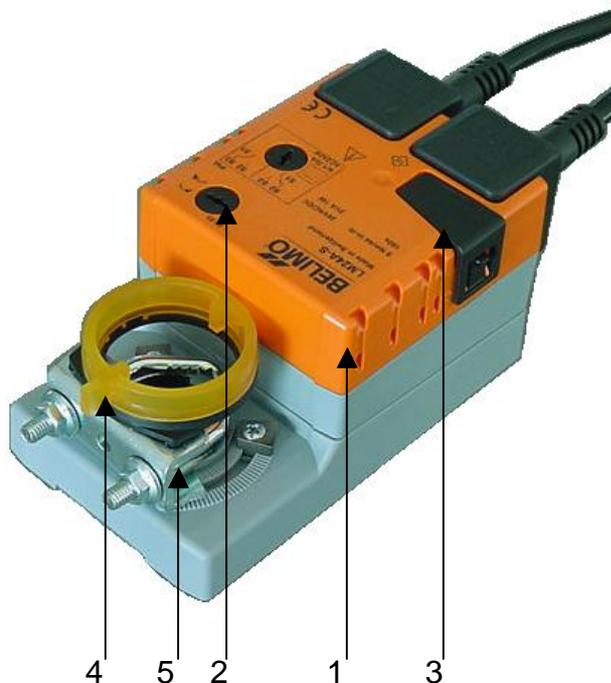
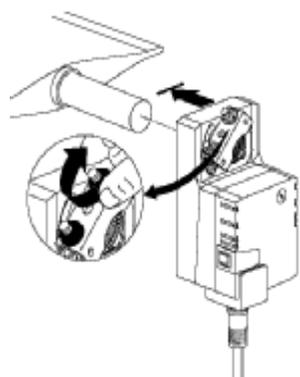

Рис.1
Рис. 5
2. Установить привод на вал заслонки (Рис. 5). Нажатием кнопки принудительного управления (Рис.1 , 3) вывести из зацепления редуктор и повернуть V-образный захват (Рис. 1,5) в крайнее положение против часовой стрелки. Затянуть вручную гайки V-образного захвата.
6. Установить метку механического указателя положения (Рис.1,4) параллельно положению лопатки заслонки (Рис.8).
направления поворота (Рис.1,2) в положение «1».
2. Установить привод на вал заслонки (Рис. 5). Нажатием кнопки принудительного управления (Рис.1 , 3) вывести из зацепления редуктор и повернуть V-образный захват (Рис. 1,5) в крайнее положение по часовой стрелке. Затянуть вручную гайки V-образного захвата.
направления поворота (Рис.1,2) в положение «0».